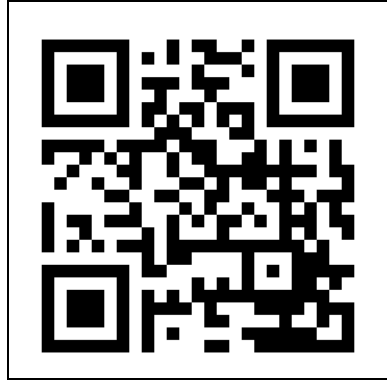

Abbildung 19
1. Öffnen Sie das Eurom Smart App-Handbuch mit dem QR-Code (Abbildung 19) oder gehen Sie zu [www.eurom.nl/nl/manuals](http://www.eurom.nl/nl/manuals).